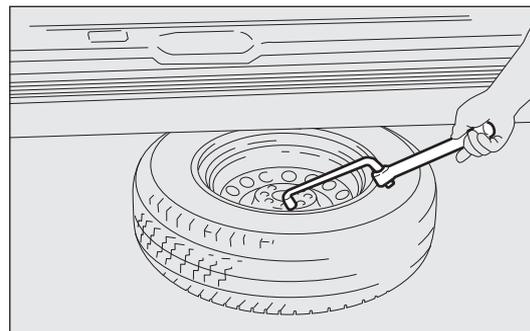

fig. 158
- utilice la llave para desmontar ruedas para sacar la rueda del vehículo fig. 158;